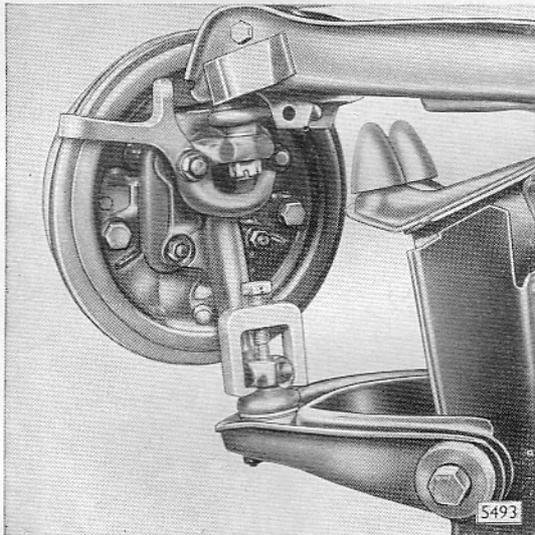

Bild B 7 - Kugelbolzen des Führungsgelenkes mit Kugelbolzen-Abzieher S-1255 aus Achsschenkel herausdrücken
1. Kronenmutter vom Kugelbolzen des Führungsgelenkes abschrauben und Kugelbolzen aus Achsschenkel mit S-1255 herausdrücken (Bild B 7). Beim Zusammenbau Kronenmutter auf **4,0 kpm** anziehen und versplinteln.